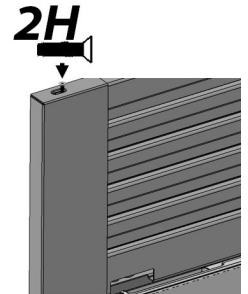

Fig. 26
- b. Ajuste los tornillos 2H a la moldura superior (Fig. 26) y repita el procedimiento para el lado derecho.